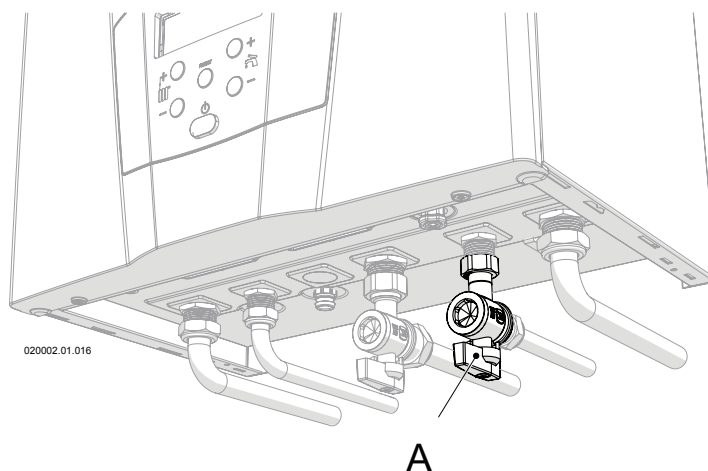

Figura 6-12 - selettore portata acqua calda sanitaria
- 6.-se la temperatura dell'acqua è troppo fredda occorre ridurre la portata attraverso il selettore "A" (Figura 6-12), fino al raggiungimento della temperature desiderata.